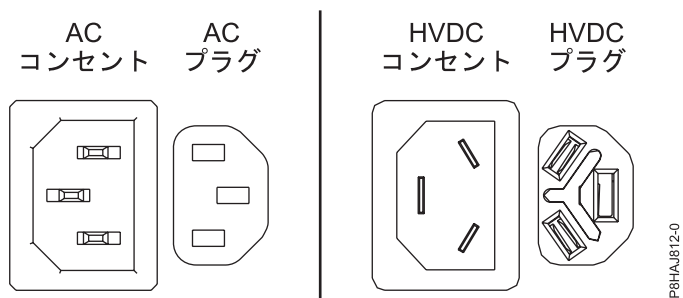
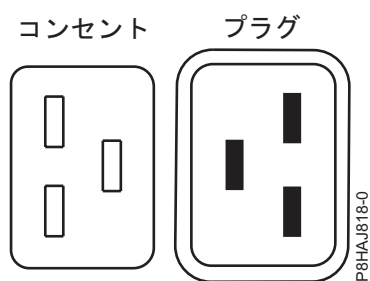
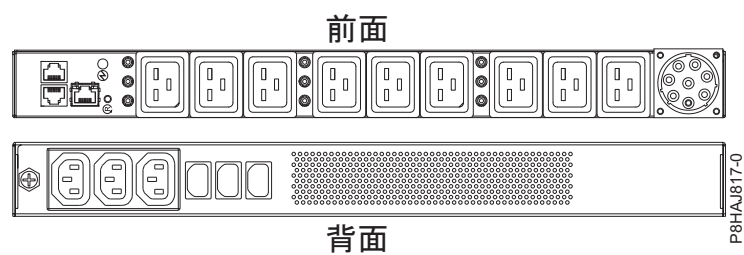

図 13. AC コネクターと HVDC コネクター
図 14. 8408-44E システムのコネクター
図 15. 8408-44E システムの PDU
43 ページの図 13 は、サポート対象の交流 (AC) コネクターおよび高電圧直流 (HVDC) コネクターを示しています。43 ページの図 14 および 43 ページの図 15 は、8408-44E のサポート対象のコネクターおよび電力配分装置 (PDU) を示しています。